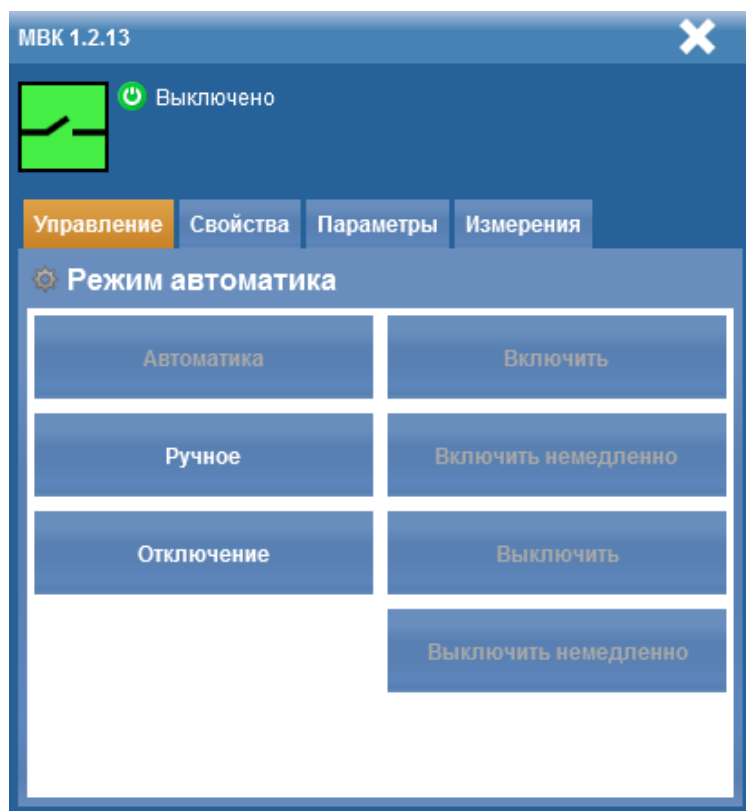

Рисунок 11.9 – Вкладка **Управление** в окне свойств устройства
7. **Свойства** – вызывает окно свойств устройства (рисунок 11.9). В нем доступны вкладки Управление, Свойства, Параметры, Измерения.